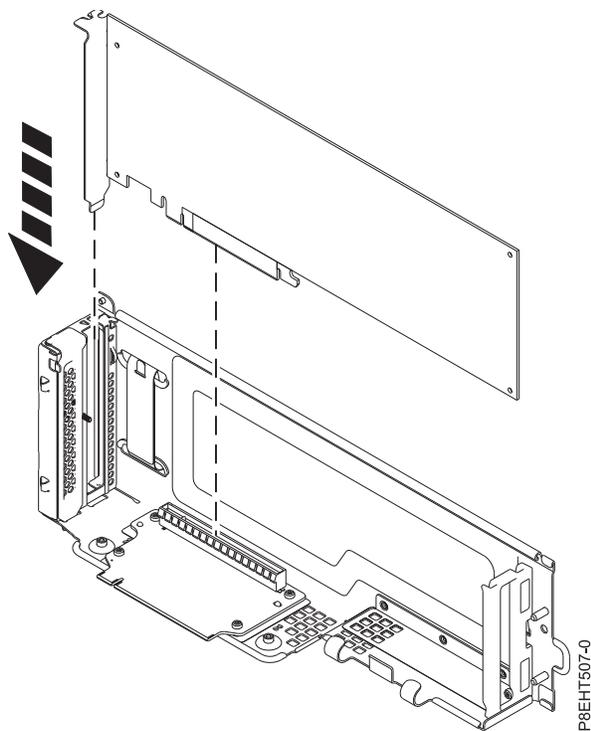

Figura 42. Inserción de la tarjeta PCIe en la tarjeta de expansión PCIe
2. Inserte el adaptador PCIe de sustitución en la tarjeta de expansión PCIe, alineándolo correctamente e insertándolo del todo en la ranura. Consulte la Figura 42 en la página 43.